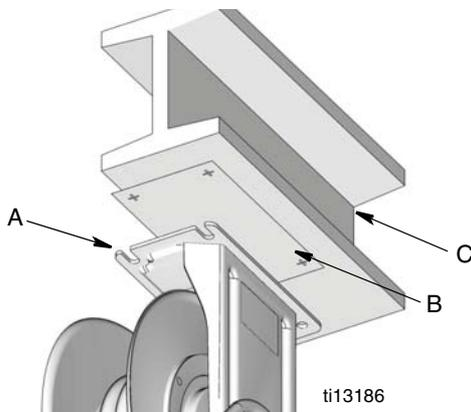

FIG. 8
- Usando la plantilla (B) provista, taladre agujeros en la viga en I (C) (FIG. 8).